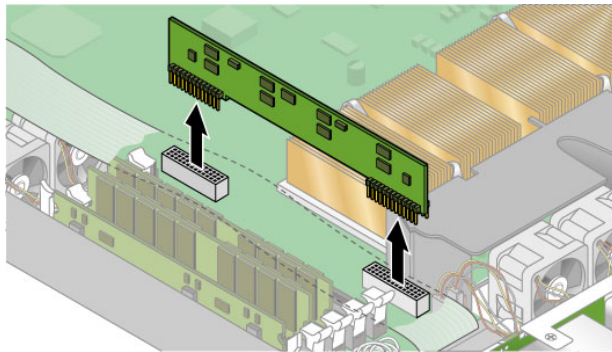

图 3-24 拆除 CPU VRM
3. 通过将 CPU VRM 从其所在的插槽中竖直向上拉出可以将其拆除（请参见图 3-24）。